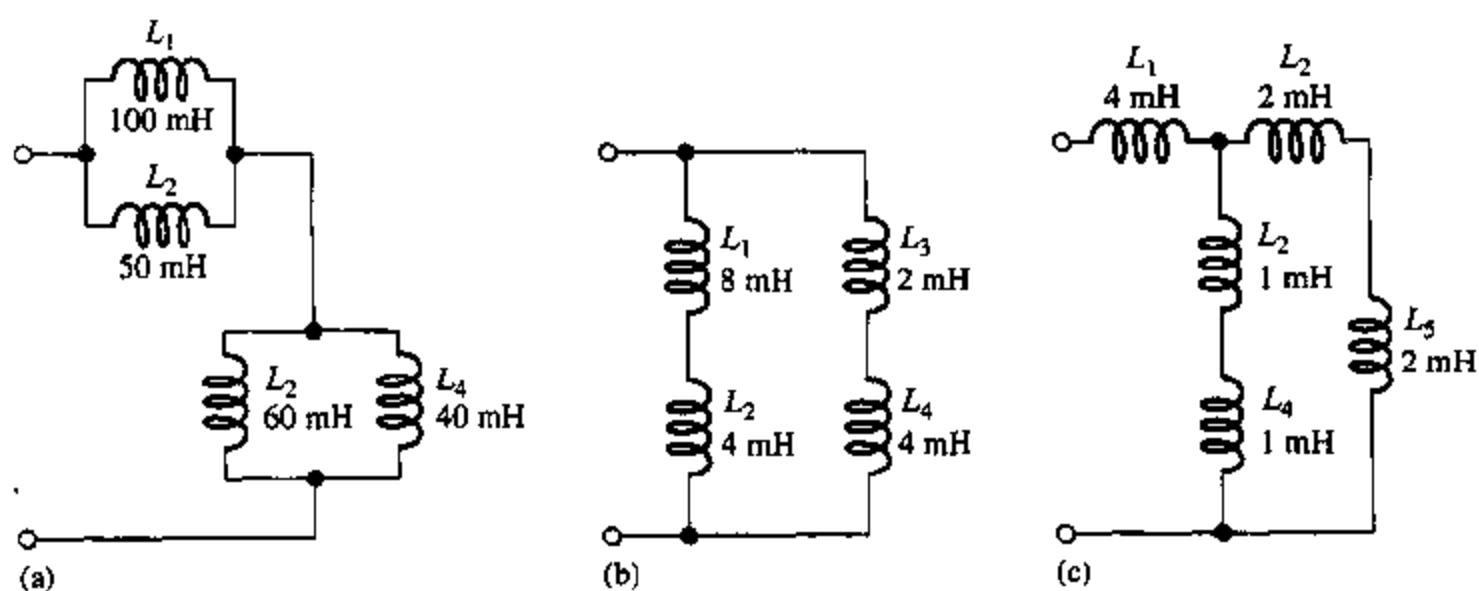

图 14.48
16. 计算图 14.48 中的总电感。
29. 计算图 14.48 中频率为 400 Hz 时的感抗。
31. 图 14.48 中输入的正弦交流电压为 10 V, 频率为多少时能使电流 I_{rms} 为 500 mA?